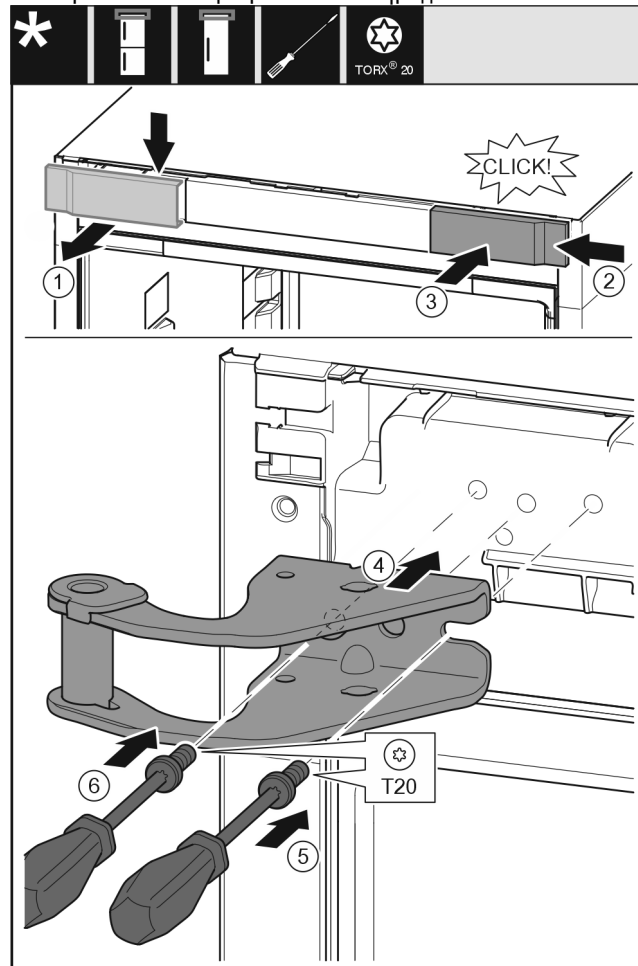

Fig. 8
- ▶ Αφαιρέστε το κάλυμμα από επάνω προς τα εμπρός. Fig. 8 (1)
- ▶ Αναρτήστε το κάλυμμα υπό γωνία 180° στην άλλη πλευρά από δεξιά. Fig. 8 (2)
- ▶ Κουμπώστε το κάλυμμα. Fig. 8 (3)
- ▶ Τοποθετήστε το επάνω στήριγμα. Fig. 8 (4)
- ▶ Τοποθετήστε τη βίδα με κατσαβίδι T20 και σφίξτε τη. Fig. 8 (5)
- ▶ Τοποθετήστε τη βίδα με κατσαβίδι T20 και σφίξτε τη. Fig. 8 (6)